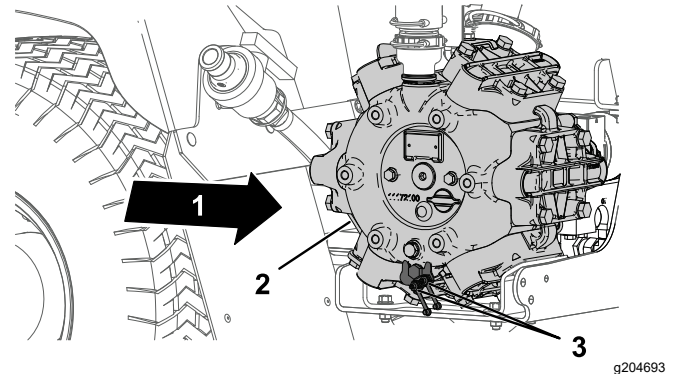

Figure 65
1. Essuyez les 2 graisseurs à distance pour les nettoyer (Figure 65).
2. Injectez de la graisse dans le graisseur à distance (Figure 65).